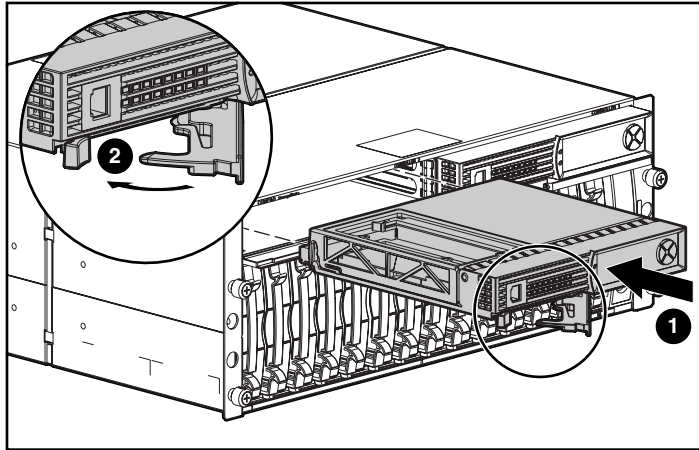

Figure 4 : Installation du contrôleur de remplacement
3. Insérez le contrôleur de remplacement dans le châssis ❶, comme l'illustre la Figure 4.